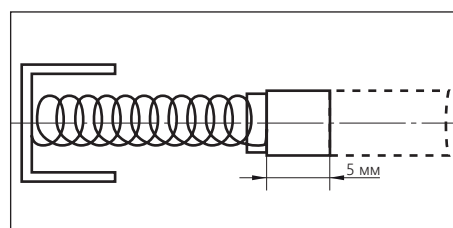

Рисунок 8.
- замените щётки, если их графитовая поверхность изношена и длинна меньше 5 мм (рис. 8);